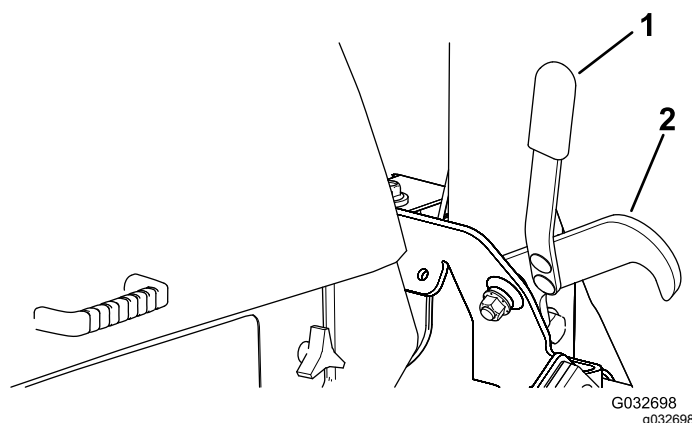

Figura 46
2. Utilizando o manípulo, desprenda os trincos que seguram as plataformas na posição elevada (Figura 46).